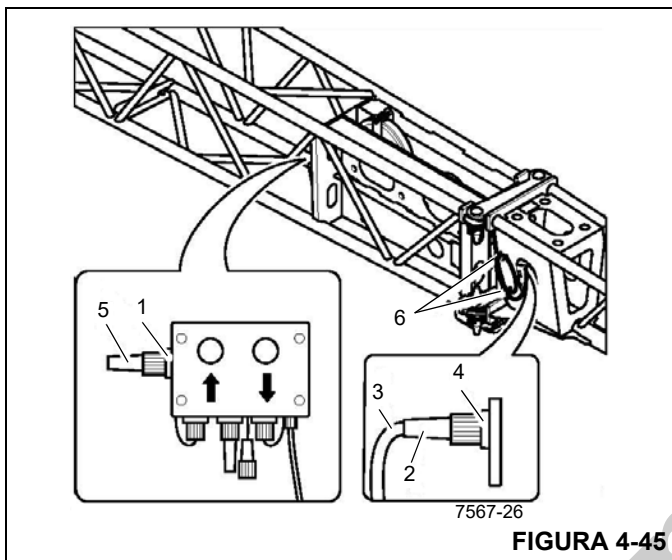

FIGURA 4-45
1. Remova o plugue (2) do terminal (1) e o conecte ao soquete falso (4) (Figura 4-45).
2. Enrole o cabo (3) nos olhais de armazenamento (6).
3. Remova o plugue de interconexão (5) do soquete falso (4) e o conecte ao terminal (1).